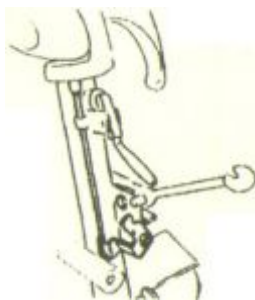

Рисунок 9
4.3.4 Концевой выключатель консоли инструмента монтажа (см. рисунок 9) предотвращает передвижение консоли в «нерабочее положение», если поворотно-съемный рычаг был снят.